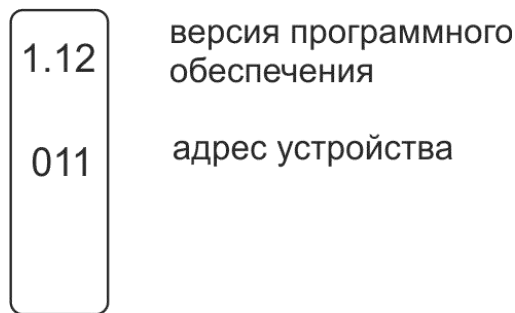

Рисунок 2.1. Информация, отображаемая на дисплее БОИ
2.2.2 Включение прибора осуществляется подачей напряжения питания на БП или подключение БОИ к ПК с использованием интерфейса USB. После подключения напряжения питания встроенное в БОИ программное обеспечение (далее встроенное ПО) выполняет диагностику и в случае успешного прохождения всех тестов выводит на дисплей БОИ версию встроенного ПО и сетевой адрес БОИ (рисунок 2.1). Время готовности БОИ после включения питания не более 30 сек.